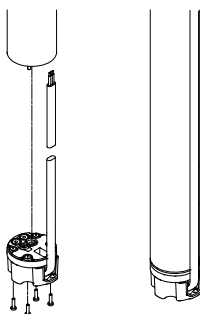

Рис. 8
4. Вставьте штекер в разъем электродвигателя. Штекер имеет позиционирующие элементы и потому не может быть подключен неправильно, смотри рис. 8.
5. Установите и затяните четыре винта (1 - 1,5 Нм), смотри рис. 8.